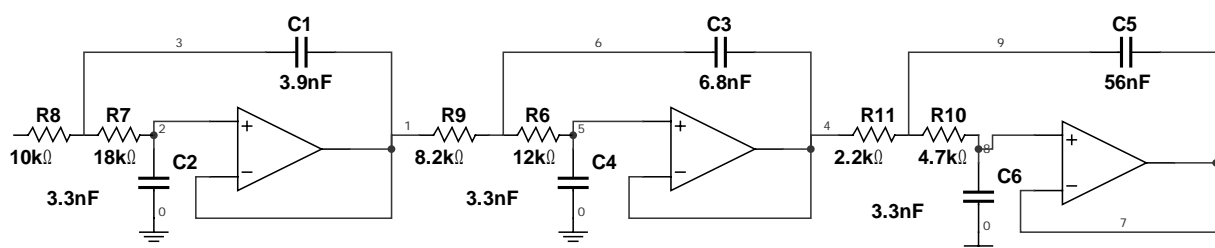
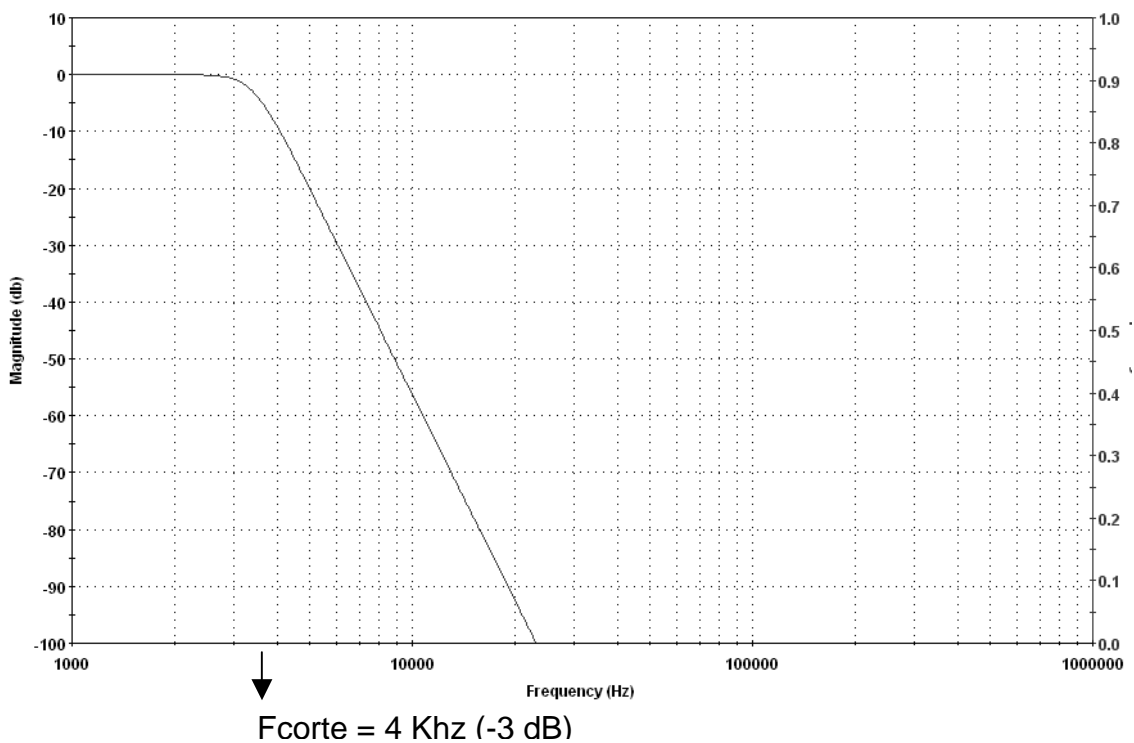

Figura 9 – Filtro para reconstituição do sinal PAM
Figura 10 – Resposta em freqüência do filtro passa-baixas
Como a resposta impulsional de cada amostra PAM dependerá da curva do filtro, ou seja, quanto mais próximo do ideal melhor será a resposta do filtro na reconstituição do sinal, utilizaremos um filtro de ordem alta para reconstituição do sinal amostrado pelo circuito amostrador. O circuito obtido no software FilterLAB é mostrado na Figura 9 e a sua resposta em freqüência é mostrada na Figura 10.
- 1) Monte o filtro da Figura 9